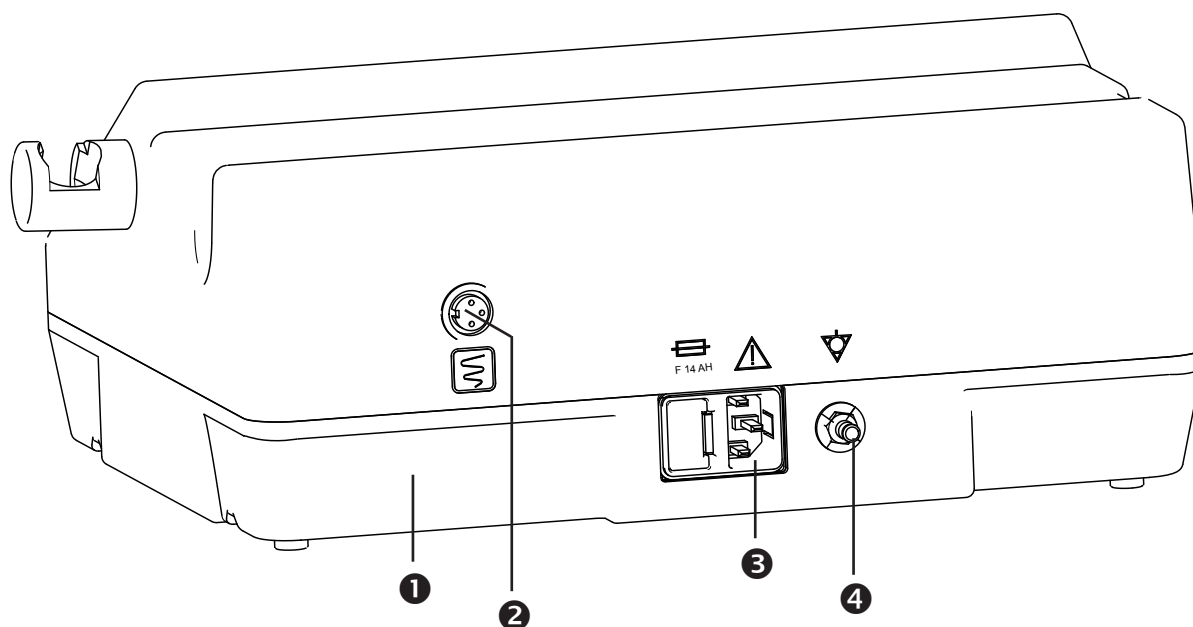

Figura 2. Vista posteriore
- Collegate il cavo di rete con l'attacco alla rete (Ⓔ, figura 2).
- Allacciamento per la compensazione potenziale (Ⓕ, figura 2). Il cavo di raccordo è in vendita presso la ATMOS (vedi paragrafo 8.0).